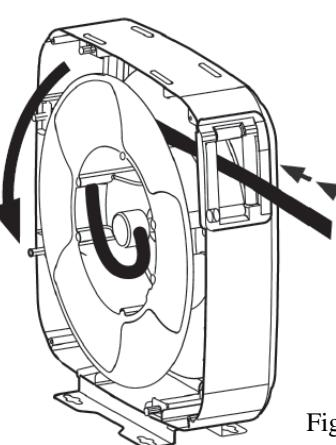

Fig. 14
3. Gently pull the hose until it is unlatched and let it rewind (Fig. 14).
3. Dra försiktigt ut slangen tills spärren släpper och låt slangen rullas tillbaka på rullen (Fig. 14).